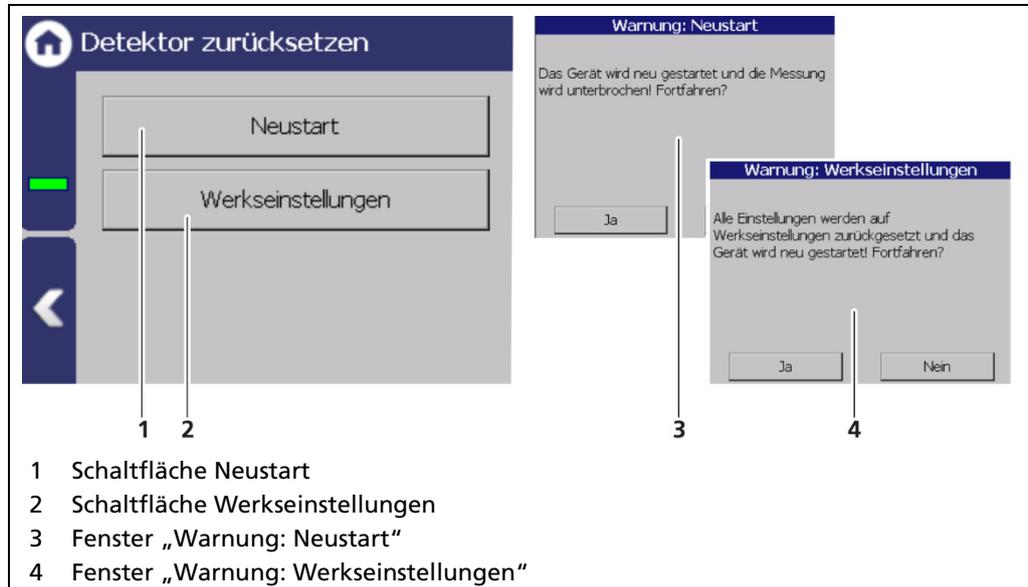

Abb. 72 Gerät zurücksetzen
1. Um das Gerät neu zu starten, klicken Sie auf die Schaltfläche <Neu starten> (Abb. 72, Pos.1).
- ▶ Ein Fenster mit der Warnung „Neustart“ (Abb. 72, Pos.3) öffnet sich.
1. Um den Detektor auf die Werkseinstellungen zurückzusetzen, klicken Sie auf die Schaltfläche <Werkseinstellungen> (Abb. 72, Pos.2).
- ▶ Ein Fenster mit der Warnung Werkseinstellungen (Abb. 72, Pos.4) öffnet sich.